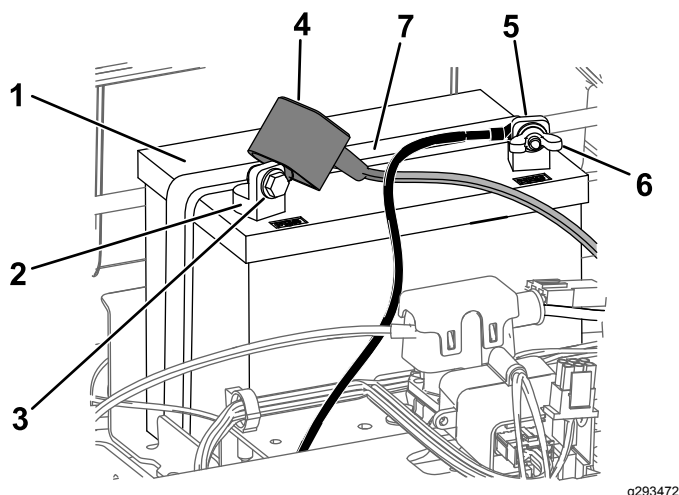

Figura 43
4. Desconecte el cable negativo de tierra (negro) del borne de la batería (Figura 43).
6. Desconecte el cable positivo (rojo) del borne de la batería (Figura 43).
7. Retire la correa de sujeción de la batería (Figura 43) y levante la batería para retirarla de su bandeja.
1. Coloque la batería en la bandeja (Figura 43).
5. Fije la batería con la correa de sujeción (Figura 43).